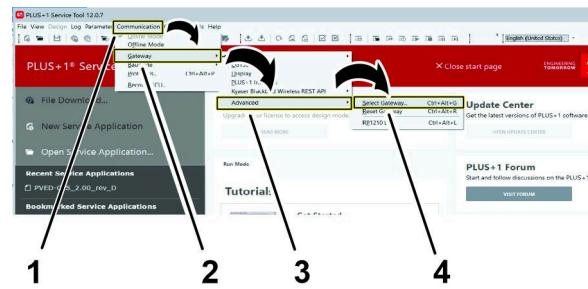

Figura 39
6. Na barra superior, clique em Communication (comunicação) (Figura 39).
7. No menu suspenso de Communication, clique em Gateway (Figura 39).
8. No menu suspenso de Gateway, clique em Advanced (Figura 39).
9. No menu suspenso de Advanced, clique em Select Gateway(...) (Figura 39).